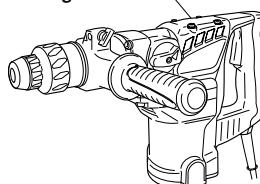

Fig. 19
- (1) Quitar la cubierta del cigüeñal y limpiar la grasa interna. (Fig.19)
- (2) Aplicar 2.0 oz (60 g) de grasa para martillo eléctrico Hitachi tipo A (accesorio normales, contenida en tubo) en el cárter.
- (3) Luego de llenar de grasa, instalar la cubierta del cigüeñal firmemente.